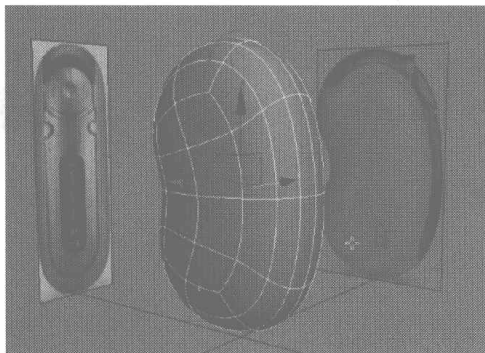

图 3.23
- 16** 将 Box 物体调整为合适的效果后单击右键，在弹出的快捷菜单中选择 NURMS Toggle 命令，将 Box 物体曲线显示，然后在 Subdivision Surface 卷展栏中将 Iterations 参数设置为 2，此时 Box 显示效果如图 3.23 所示。